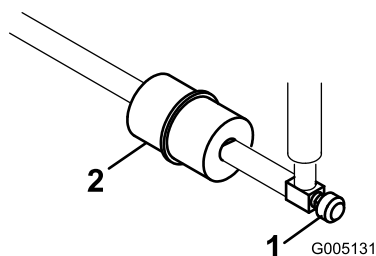

Figure 32
Le filtre à carburant en ligne se trouve dans la conduite d'alimentation, entre le réservoir de carburant et le carburateur (Figure 32).
1. Fermez le robinet d'arrivée de carburant (Figure 32).
2. Placez un bac de vidange sous le filtre, desserrez le collier sur le côté carburateur du filtre, et débranchez la conduite de carburant du filtre (Figure 32).
3. Desserrez l'autre collier et déposez le filtre (Figure 32).